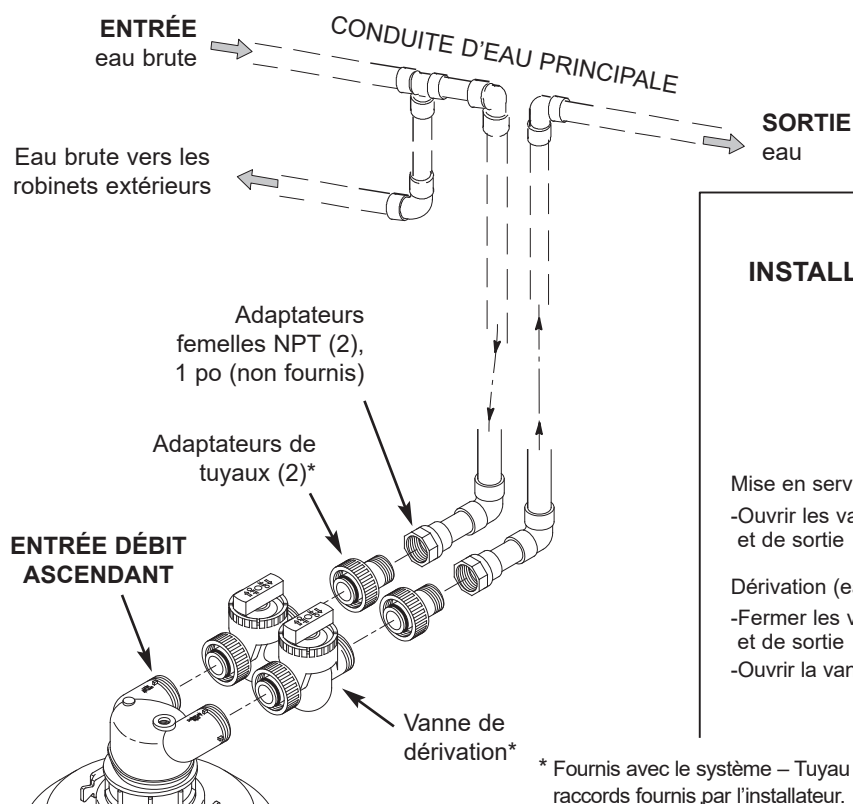

FIG. 3
- a. Installation d'une vanne de dérivation unique : visser la vanne de dérivation (avec les joints toriques lubrifiés en place) à la tête entrée-sortie (cf. Fig. 3). Serrer les colliers à la main pour créer un joint hermétique.